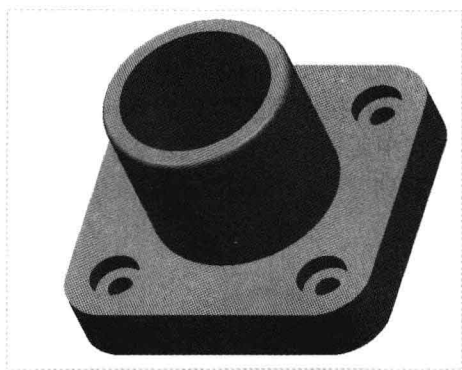

图 18-11 创建倒圆角特征 1
Step 10 执行操作后，单击“应用并保存在工具中所做的所有更改，然后关闭工具操控板”按钮 , 完成倒圆角特征的创建，如图 18-11 所示。